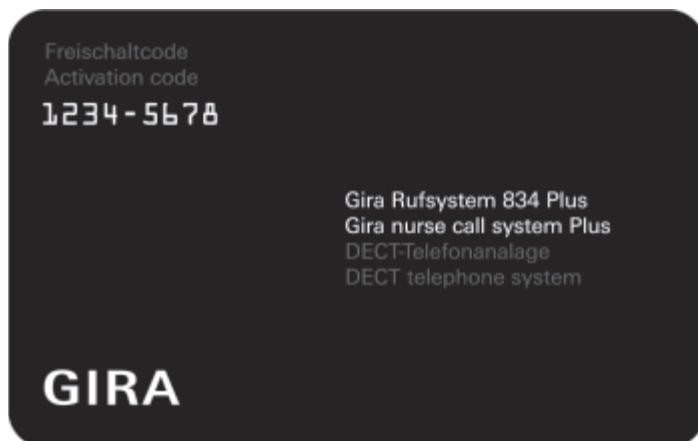

Bild 24: Key-Card zur Freischaltung (z. B. einer DECT-Telefonanlage)
- Sie bekommen von Gira für jedes bestellte Softwarepaket eine Key-Card zugeschickt (siehe Bild 24).